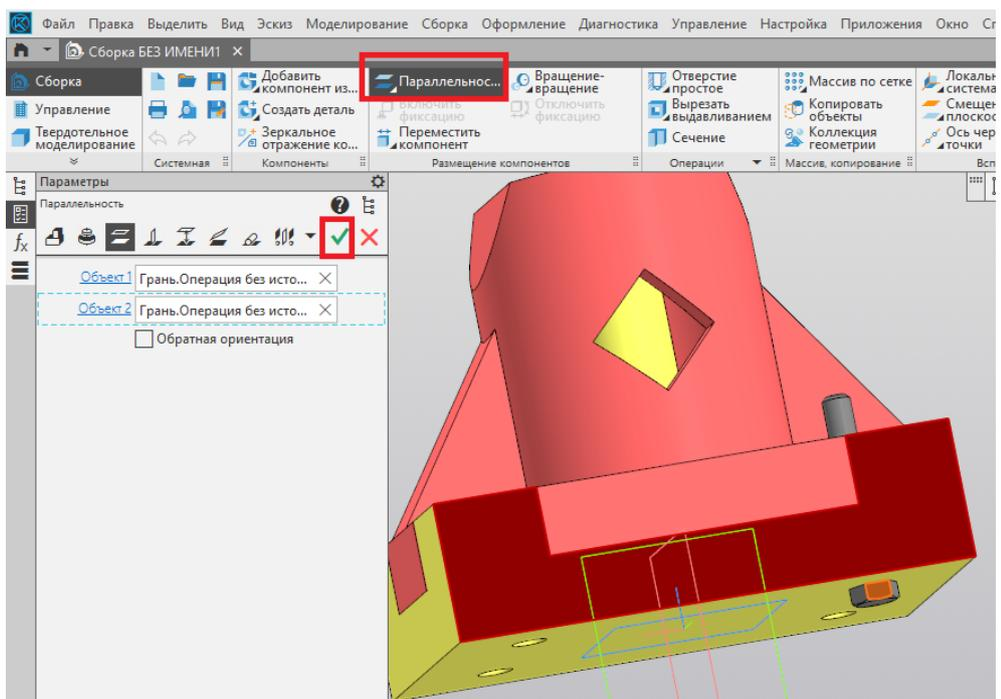

Рис. 62
14. Выбираем ограничение «Параллельность» для грани основания и одной из граней головки болта (рис. 62).